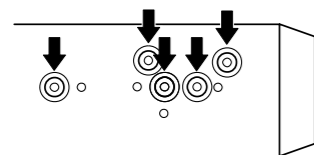
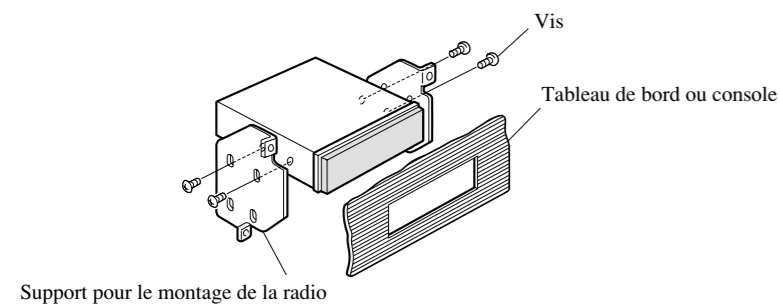

Fig. 9
Fig. 10
**2. Fixation de l'appareil au support pour le montage de la radio installée par le constructeur. (Fig. 9) (Fig. 10)**